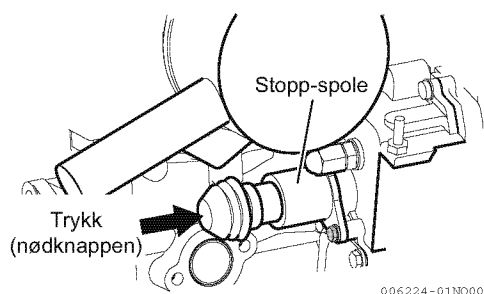

Figure 13
1. Betjen starteren mens du trykker på nødstoppknappen (**Figure 13**) på baksiden av drivstoffpumpen. Dette stanser drivstofftilførselen.